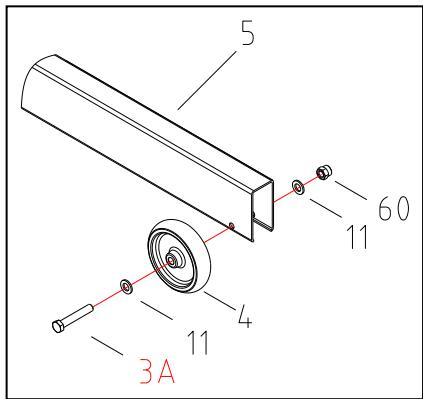

Fig. 1
Paso 1 (Fig.1):
Ensamble el tornillo (3A#), la tuerca (60#) y la arandela (11#) en el orden que se muestra en la fig.1 y coloque la rueda delantera (4#) en los orificios previstos para ello en el bastidor (5#). Apriete la tuerca (60#).